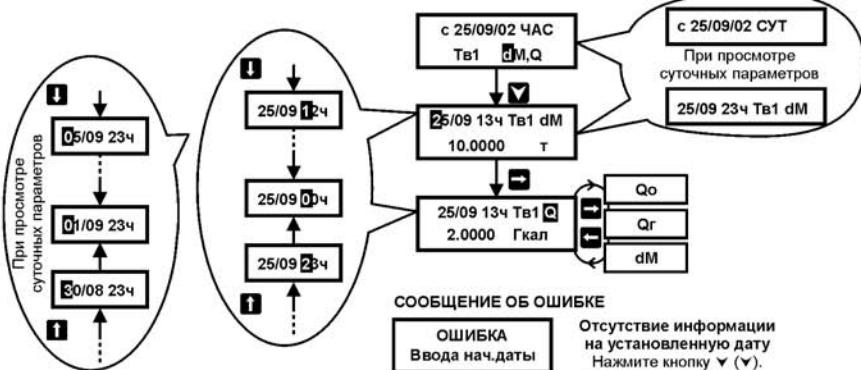
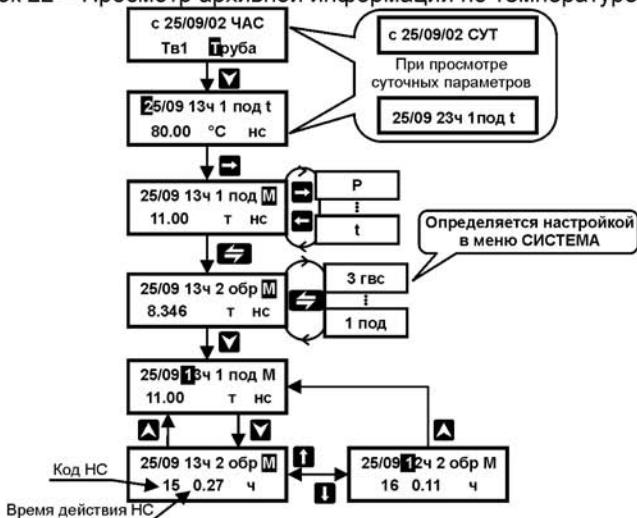

Рисунок 20 – Просмотр архивной информации по тепловому вводу
Рисунок 23 – Просмотр архивной информации по кодам и времени действия НС
В архиве прибора регистрируются коды НС по каждому измеряемому параметру теплоносителя и по дополнительным температурам, а также время их действия. Так как в течение интервала усреднения (час, сутки) могут быть зарегистрированы несколько кодов, то факт их наличия отображается в правом нижнем углу дисплея буквами «**НС**». При необходимости коды и время их действия за интервал усреднения могут быть просмотрены пользователем прибора. Просмотр информации по НС возможен только по каждому трубопроводу раздельно (см. рисунок 23).
Суточный архив содержит дополнительную информацию о количестве часов в конкретных сутках, когда прибором производились вычисления параметров теплоносителя и тепловой энергии (см. рисунок 20). Количество часов может быть не равно 24 (23 по дисплею) в случае работы прибора неполные сутки (дата сброса и текущие сутки).
3. Войдя нажатием кнопки в меню 3-его уровня (рисунок 20, 21 или 22), последовательным нажатием кнопок () () и () при необходимости (рисунок 23) просмотреть требуемую информацию;